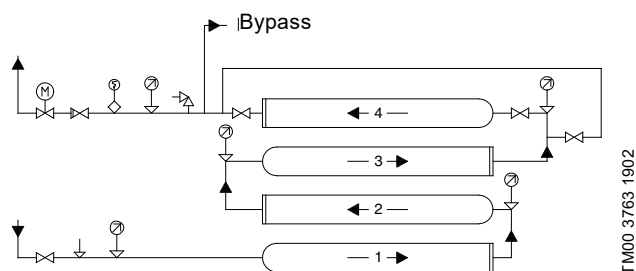

Abb. 9 Druckerhöhungsanlage mit vier in Reihe geschalteten, übereinander angeordneten Modulen mit Bypass
- Bei in Reihe geschalteten, übereinander angeordneten Modulen mit Bypass wird empfohlen, die Rohrleitungen wie in Abb. 9 dargestellt anzuschließen.